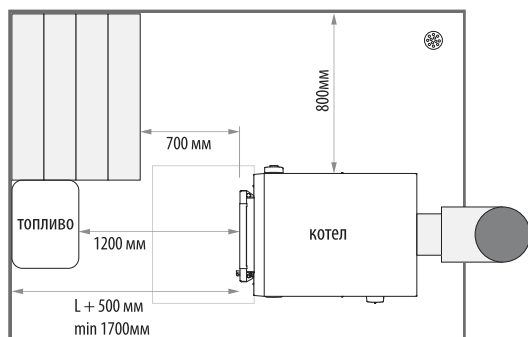

Рис.5
- Минимально необходимые размеры для установки котла в помещении указаны на рис.5. Расстояние между передней стенкой котла и стеной должно быть не менее длины котла плюс 500 мм., при этом установленное оборудование и топливо не должны мешать обслуживанию котла. Ширина проходов между боковыми частями котла и стенами помещения должна быть не менее 800 мм. Ширина проходов между отдельными выступающими частями (лестницами или другими аналогичными выступающими конструкциями) - не менее 700 мм.